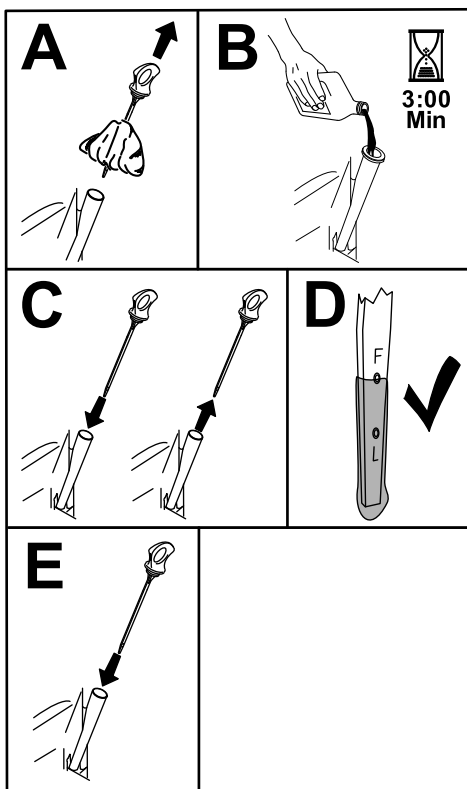

Рисунок 49
5. Медленно залейте приблизительно 80% масла указанного типа в заливную горловину и затем медленно добавляйте масло, чтобы довести его уровень до отметки «Полный» (Рисунок 49).